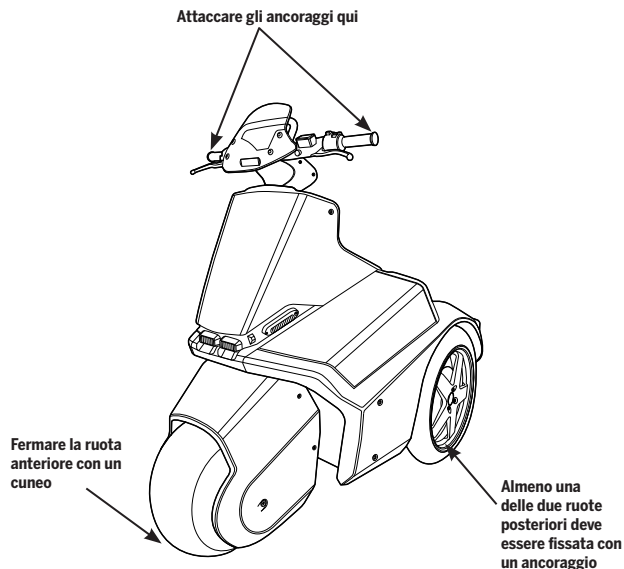

Figura 46: Fissaggio del Patroller SE-3 durante gli spostamenti
4. Applicare gli ancoraggi a ciascuna estremità del manubrio e almeno a una delle ruote posteriori (**Figura 46**).